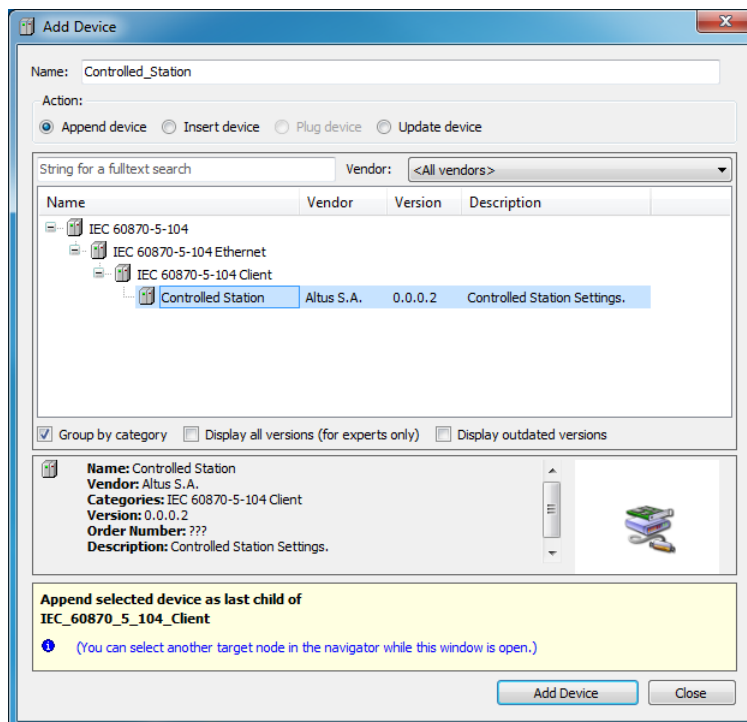

Figura 98: Tela de Inserção de Dispositivo Controlled Station Abaixo de um IEC 60870-5-104 Cliente
3. Adicionar e configurar dispositivos *Controlled Station* abaixo da instância do IEC 60870-5-104 Cliente, conforme ilustra a figura 98. Existe um limite máximo de 32 *Controlled Stations* abaixo de cada instância do IEC 60870-5-104 Cliente.